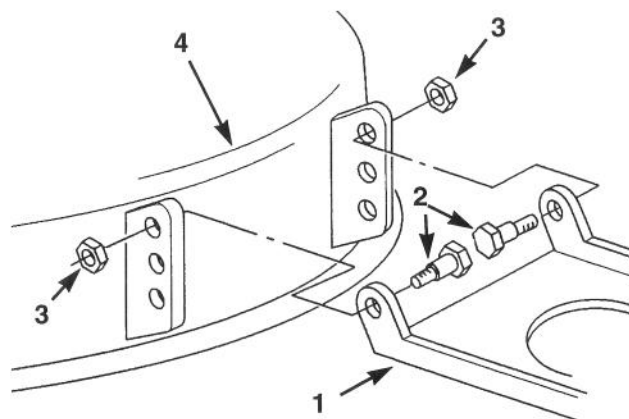

Fig. 53
11. Se non riuscite ad ottenere l'inclinazione anteriore di 6,4–15,8 mm girando il dado di registrazione, spostate l'attacco girevole sul tosaerba (Fig. 53).
12. Togliete la coppiglia a forcina e la rondella, ed estraete l'asta dal tosaerba (Fig. 53).